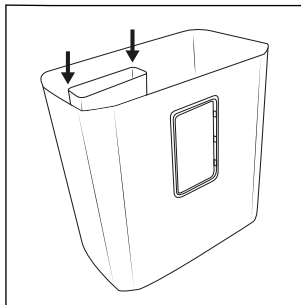

Abb. 1
- ◆ Montieren Sie den kleinen Auffangbehälter **10** im großen Auffangbehälter **12**. Schieben Sie dazu den kleinen Auffangbehälter **10** entlang der Führungsschienen im großen Auffangbehälter **12** nach unten, bis er vollständig eingerastet ist (siehe Abb. 1).
- ▶ Leeren Sie die Auffangbehälter ⑩/⑫ regelmäßig aus, um zu verhindern, dass Schneidgut von unten in die Schneidmesser eingezogen wird.
- ◆ Fassen Sie den Schneidaufsatz ⑥ an den beiden integrierten Tragemulden ⑧ links und rechts und nehmen Sie ihn vom großen Auffangbehälter ⑫ ab.
- ◆ Ziehen Sie den kleinen Auffangbehälter ⑩ aus dem großen Auffangbehälter ⑫.
- ◆ Leeren Sie den großen Auffangbehälter ⑫ und den kleinen Auffangbehälter ⑩ separat.
- ◆ Montieren Sie den kleinen Auffangbehälter ⑩ wieder im großen Auffangbehälter ⑫ (siehe Abb. 1).